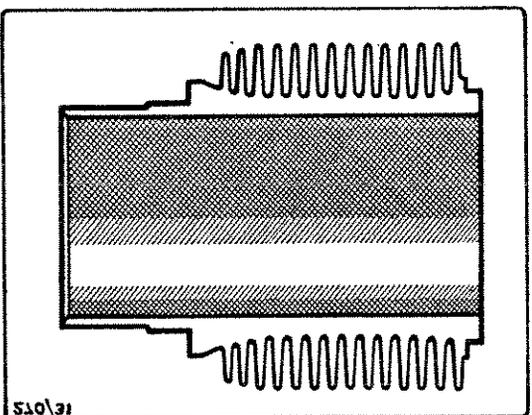

Fig. 18
- 3) Ripetere l'operazione facendo però ruotare la mano in senso contrario (cioè sinistrorso), in modo che ne risulti una superficie a righe incrociate; così come si vede nella fig. 18).